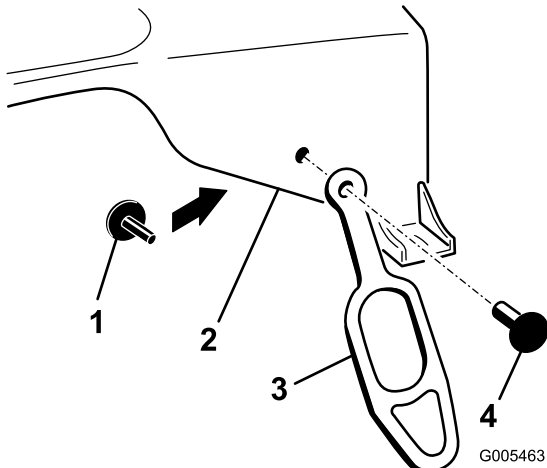

Figura 1
1. Instale la correa de retención en la cubierta del motor según se muestra en Figura 1. Fije la correa de retención a la cubierta usando un cierre y un espaciador (Figura 1)